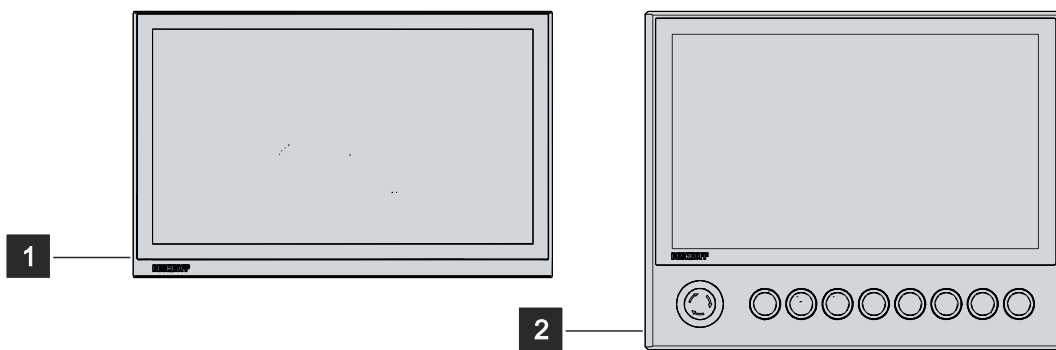

Abb. 1: Ohne und mit Tastererweiterung
Abbildung 1 stellt beispielhaft einen Panel-PC ohne (1) und mit (2) Tastererweiterung gegenüber.